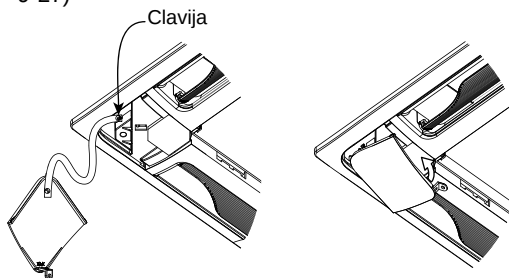

Fig. 9-27
- (1) Compruebe que el cordón de seguridad de la cubierta de la esquina esté atado al pasador del panel del techo. (Fig. 9-27)